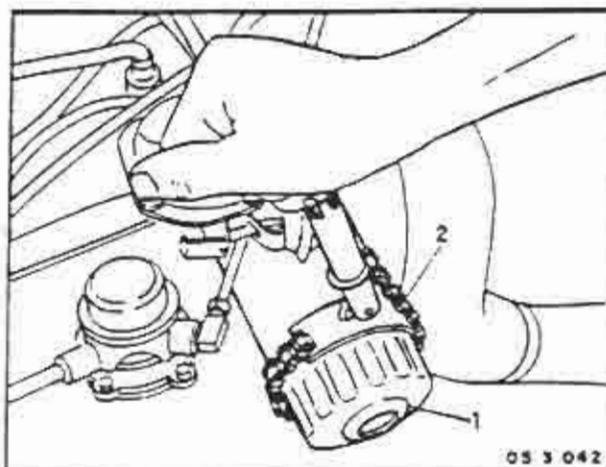
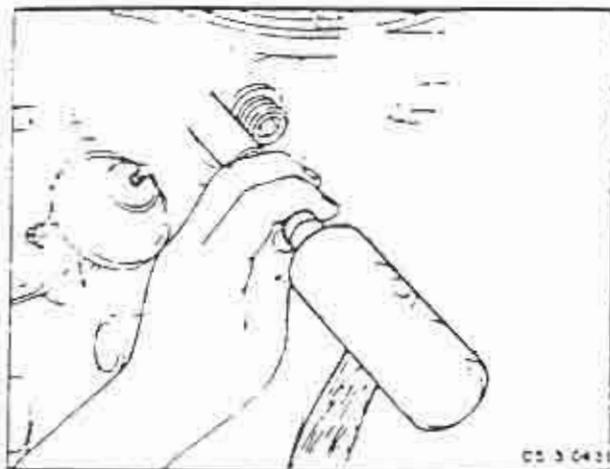

FIGURA 4
FIGURA 6
1. Remover o filtro de óleo lubrificante (1), desenroscando-o do bloco do motor. Se for necessário, usar a cinta de remoção (sacador) (2) código 2692-806-045 (figura 4).
1. Remover o filtro de óleo lubrificante (1) usando, se for necessário, a chave de remoção (sacador) código 2692-303-045 (figura 4).
2. Verificar se a válvula de alívio (2) está rachada ou quebrada. Em caso afirmativo, remover a válvula com auxílio de uma chave de fenda.
3. Instalar a nova válvula de alívio (2), encaixando-a com auxílio de um tarugo adequado (figura 6).